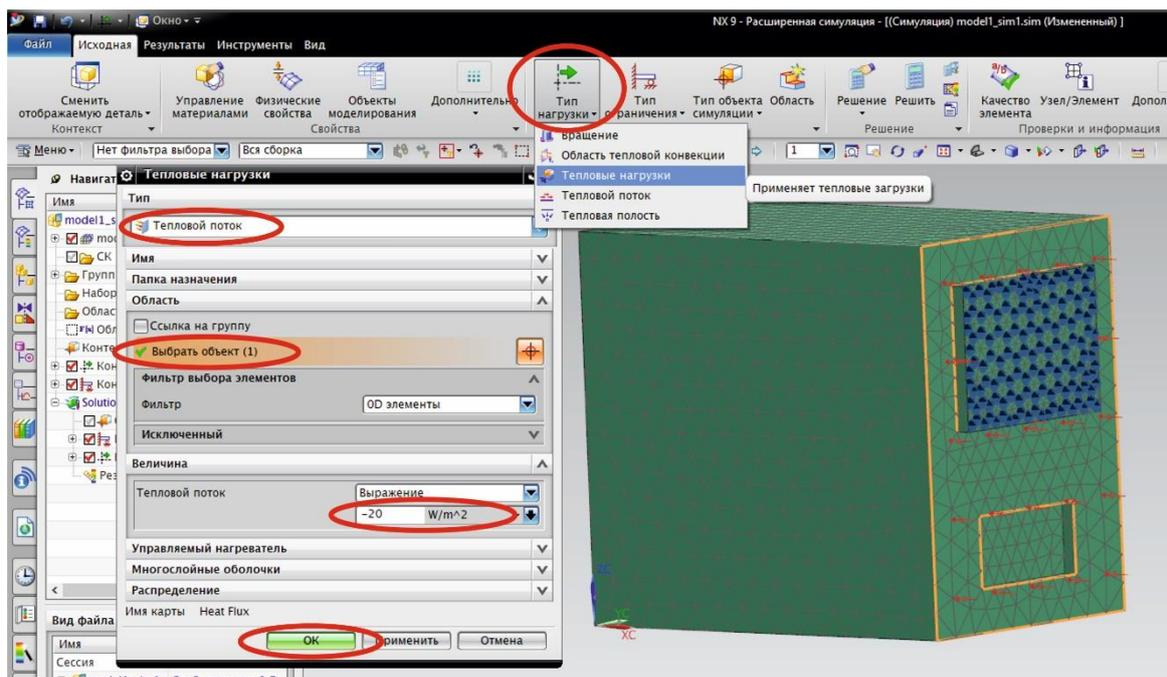

Рис. 3.4. Граничное условие для внешней стенки
8. Задайте граничные условия для внешней стенки. Этой граничные условия второго рода – тепловой поток (теплопотери). Закладка панели инструментов «**Исходная**» – «**Тип ограничения**» – «**Тепловые нагрузки**». В открывшемся окне «**Тепловые нагрузки**» выберите сверху тип «**Тепловой поток**», в качестве объекта грань внешней стенки и задайте тепловой поток q в соответствующей размерности с отрицательным знаком, так как это потери тепла (рис. 3.4).